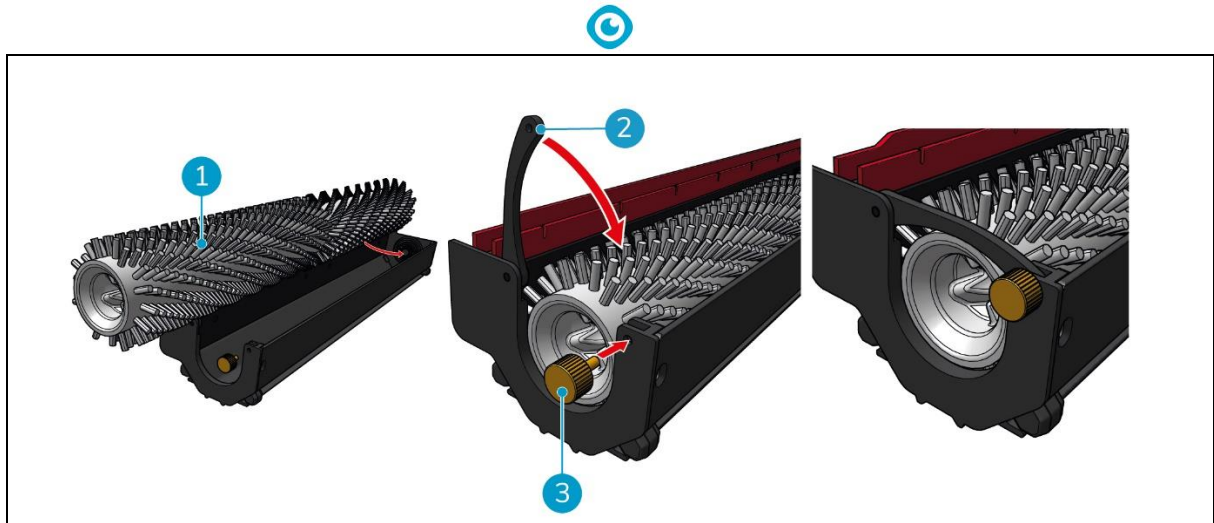

Abbildung 37
4. Ersetzen Sie die Walzenbürste (Abbildung 37, Pos. 1) in die Halterung. Achten Sie darauf, dass die Bürste richtig in der Halterung sitzt!
5. Schließen Sie den Hebel (Abbildung 37, Pos. 2) und ziehen Sie die Schraube (Abbildung 37, Pos. 3) im Uhrzeigersinn an.